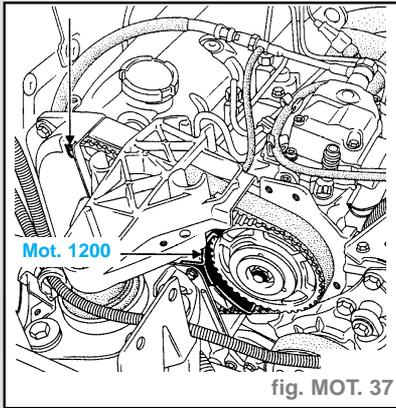

fig. MOT. 37
- Mettre en place l'outil de maintien de poulie **Mot. 1200** (fig. MOT. 37).
- le calculateur (1),
- le filtre à gazole (2) en utilisant l'outil Mot. 1311-06 pour déposer les canalisations de gazole,
- Mettre en place l'outil Mot. 1200 d'immobilisation de poulie (fig. MOT. 37).
- Mettre en place l'outil Mot. 1200 d'immobilisation poulie (fig. MOT. 37).